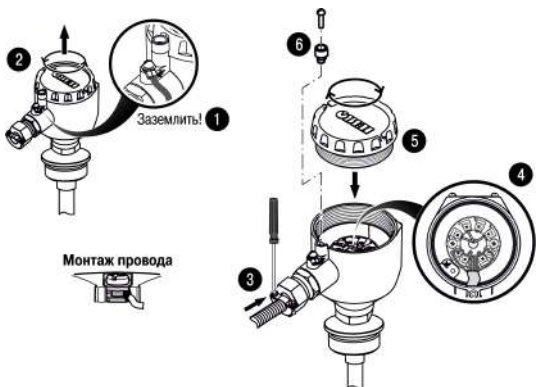

Рисунок 7.1 – Монтаж внешних электрических цепей
**Монтаж проводов** (см. рисунок 7.1):